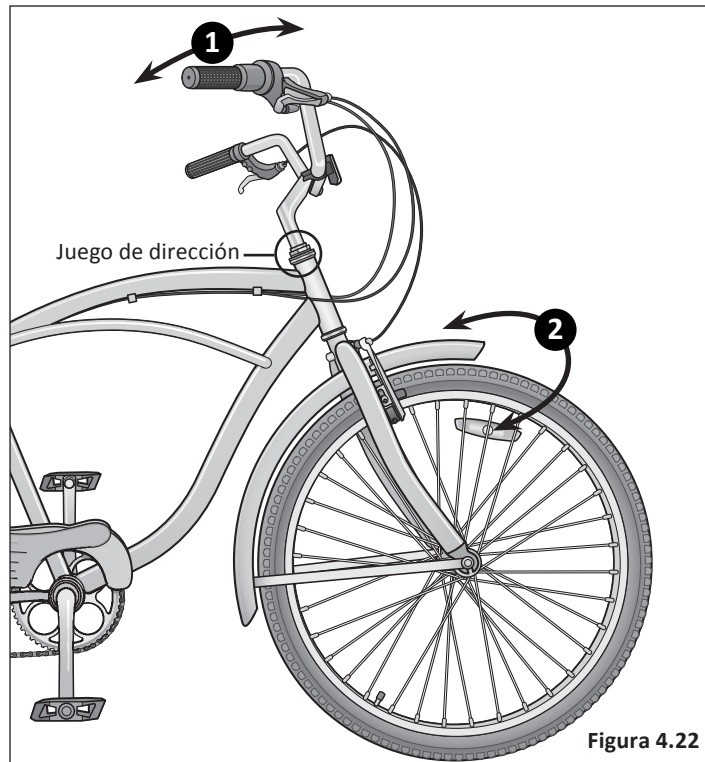

Figura 4.22
- 1 Temblores:** Aplique el freno delantero y empuje el manillar hacia delante y hacia atrás, de delante a atrás o, si la bicicleta está en un soporte de montaje y se ha quitado la rueda delantera, empuje y tire de las horquillas. Si siente una sensación de golpeteo o "sonido metálico" significa que el juego de dirección está demasiado flojo. **¡Importante!** Sea cuidadoso con las horquillas de suspensión, porque las patas pueden tener holgura en los deslizadores. Agarre la parte superior de la horquilla. **Figura 4.22**